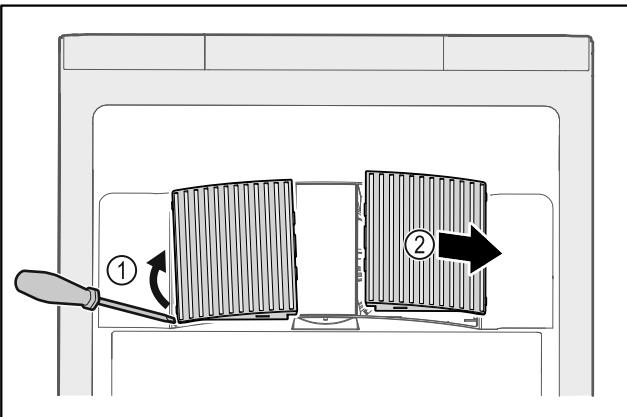

Fig. 175
- Abrir cuidadosamente las cubiertas del ventilador haciendo palanca por un lado Fig. 175 (1) y retirarlas hacia delante Fig. 175 (2).